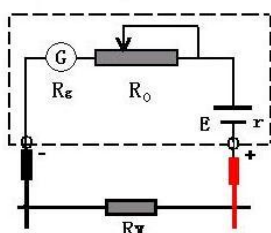

图 1 欧姆表结构示意图
3. 参考图 1 所示的示意图，改装一款中值电阻为 300 欧姆的欧姆表。